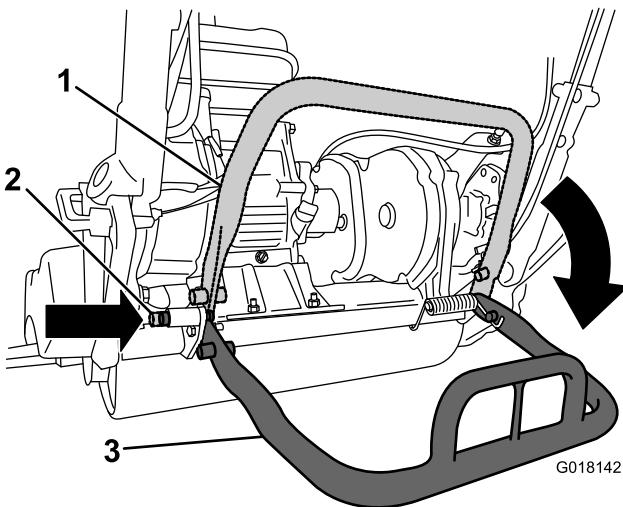

図 3
2. キックスタンドを下げる、ロッキングピンを差し込んでキックスタンドを整備位置に固定する図3。